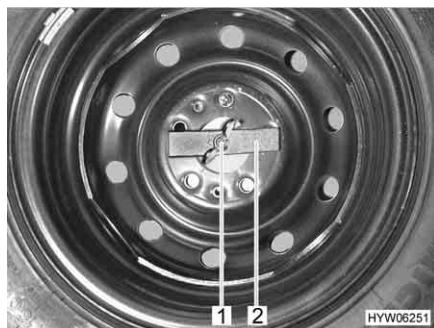

Fig. 166 Ruota di scorta nel gavone di coda
- Svitare manualmente il dado ad alette (Fig. 166,1) e rimuoverlo.
- Rimuovere la barretta di compressione (Fig. 166,2).